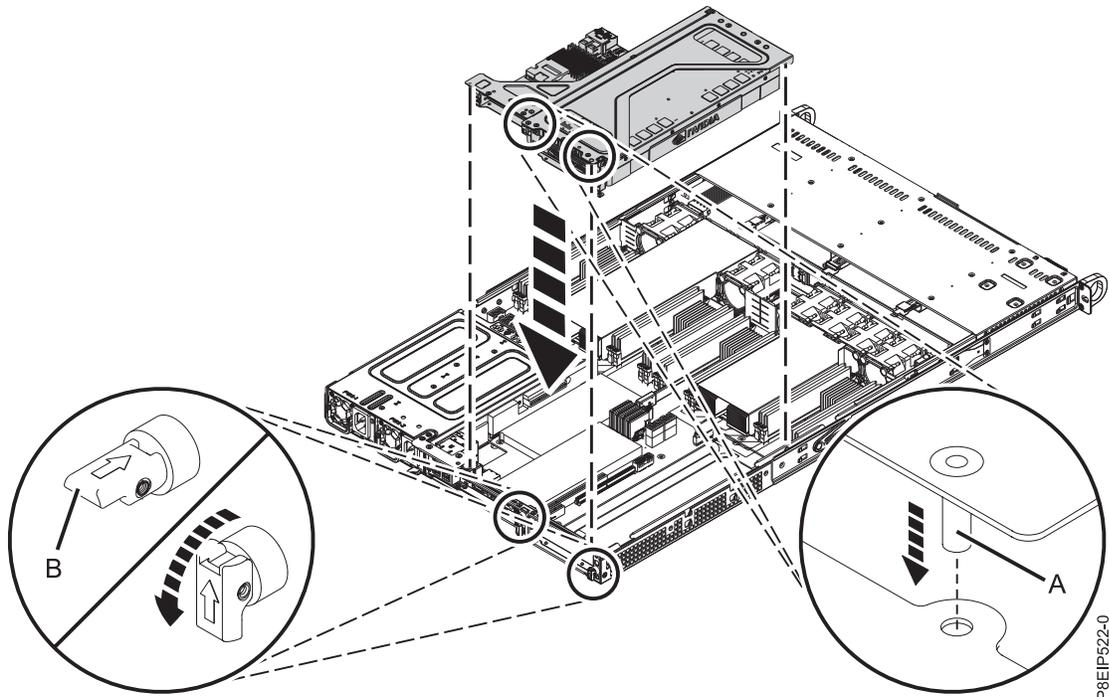

Abbildung 45. PCIe-Riserkarte wiedereinbauen
- d. Setzen Sie die Riserkarte für PCIe-Adapter und die darin enthaltenen Karten in die Systemrückwandplatine ein (siehe Abb. 45 auf Seite 43).
- 1) Stellen Sie sicher, dass die Lösestifte an der PCIe-Halterung (B) so weit herausgezogen sind, dass die Pfeile zum System zeigen.
- 2) Verwenden Sie die Ausrichtungsstifte (A) und die Aussparungen als Unterstützung bei dem Einfügen der Riserkarte und dem Wiedereinbauen der Abdeckung